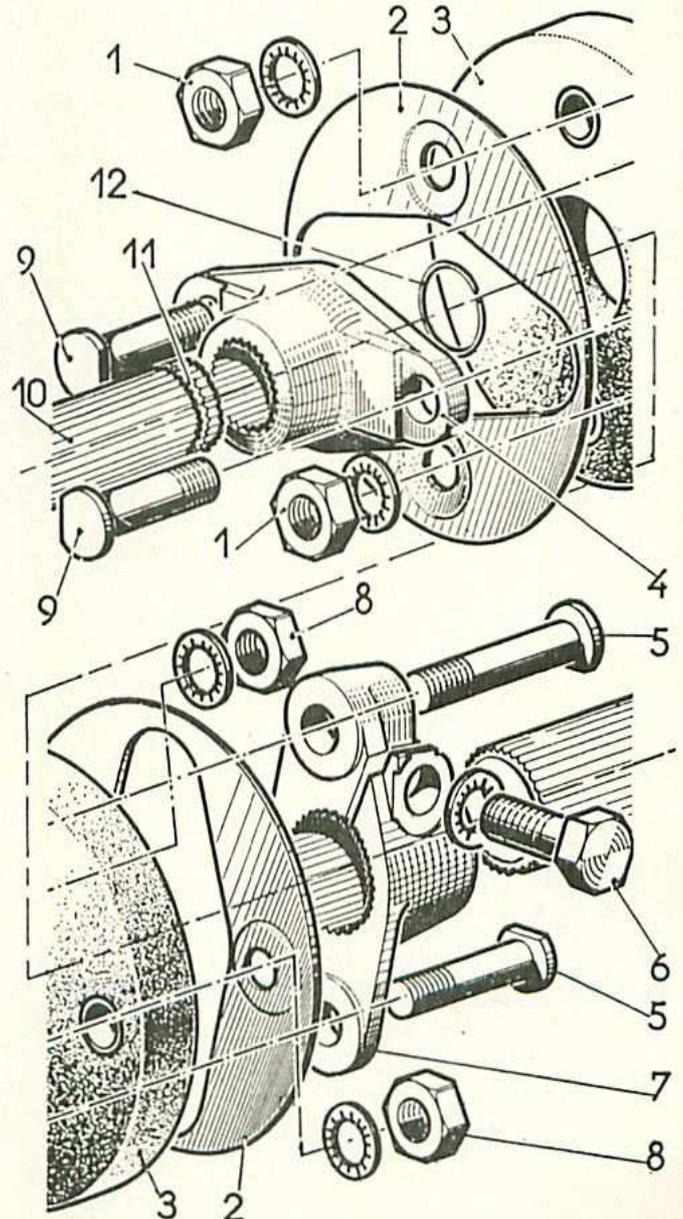
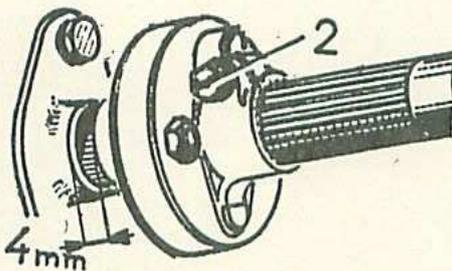

Fig. 52. — Détail du plateau d'accouplement de direction.
Fig. 53. — Jeu entre couvercle de direction et flector.
- Placer le carter verticalement et le chauffer à 110/130° avec la rampe spéciale (fig. 52 - 4' partie).
• Déposer la vis (6) (fig. 52) de blocage du manchon et la rondelle à crans intérieurs.
• Déposer les deux écrous (8), les rondelles à crans intérieurs, puis les deux vis (9).
• Déposer le jonc (12) du pignon de crémaillère (10) et retirer le manchon (4).
(4). Placer les deux vis (9), les rondelles à crans intérieurs, puis les écrous (8). Les bloquer à  $2,3 \pm 0,2$  mkg.
**Nota.** — S'assurer du jeu de 3 à 4 mm entre le manchon d'accouplement et le couvercle de boîtier de direction (fig. 53) avant de bloquer la vis (6) (fig. 52).